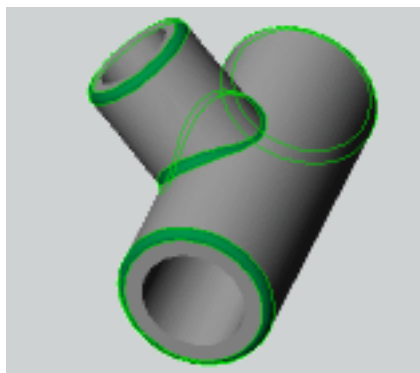

图 3-6 倒圆角
6. 倒圆角。选择倒圆角命令,设定圆角半径为 3.00mm,按照如图 3-6 所示选择边线。